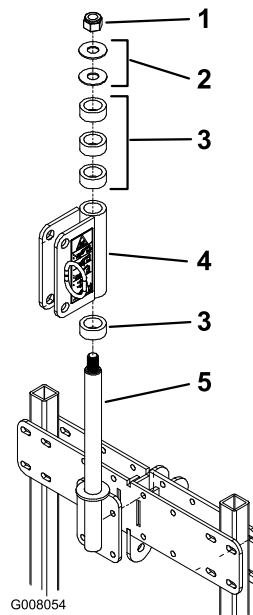

Рисунок 11
10. Установите трубный разделитель и поворотную сцепку на палец в сборе (Рисунок 11).
- Установите 3 трубных разделителя и 2 шайбы на палец в сборе. Закрепите узел с помощью контргайки 1 дюйм (Рисунок 11).